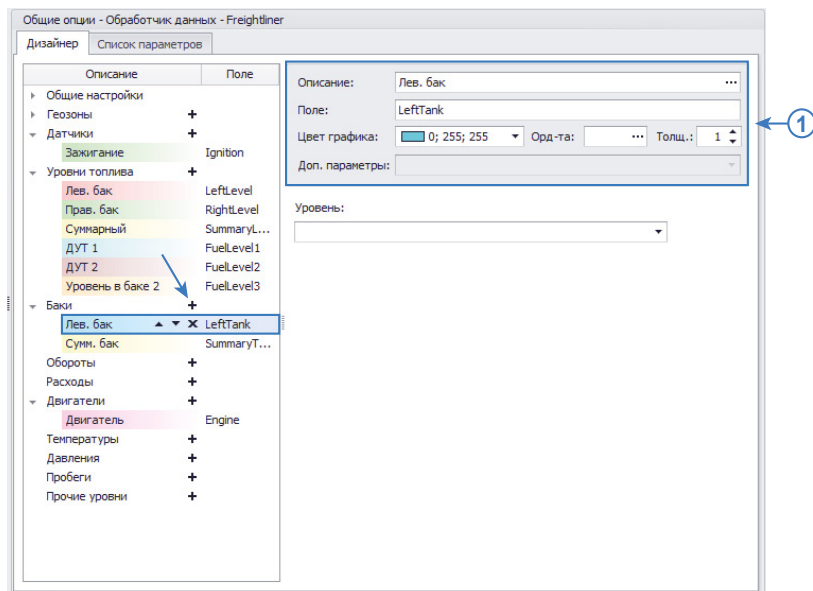

Рис.29. Добавление параметра в группу «Баки» и настройка.
На основе показаний датчика уровня топлива программа «АвтоГРАФ 5 ПРО» позволяет фиксировать сливы и заправки топлива. Для этого необходимо добавить в Дизайнер виртуальный бак – параметр, который показывает изменение топлива в реальном баке транспортного средства по показаниям датчиков уровня топлива, установленных в этот бак. Для создания виртуальных баков в Дизайнере параметров предусмотрена группа «Баки». Для того чтобы создать виртуальный бак, необходимо добавить новый параметр в группу «Баки» (Рис.29).
1. Общие настройки (Рис.29, п.1). Общие настройки описаны в разделе «Общие настройки параметров», поэтому в данном разделе их настройка рассматриваться не будет.